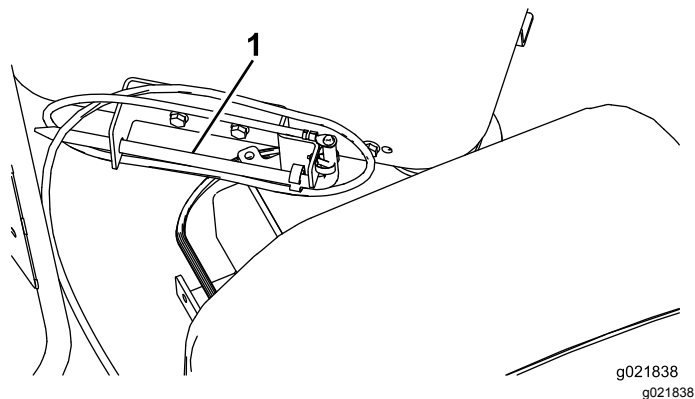

Figura 34
8. Guarde a haste de aterramento em seu suporte na plataforma do operador, como mostra a Figura 34.